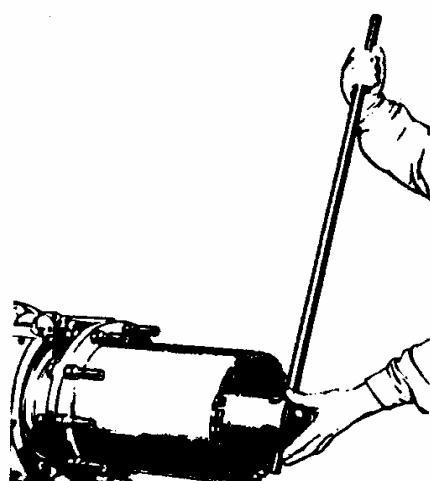

Рис.6. Сборка соединителя
12. Следом за внутренним кольцом конического роликоподшипника надеть на шлицы рукава соединитель 32, легким постукиванием набить до упора в подшипник и укрепить гайкой с прорезями 33 с помощью ключа T17 - 402 (рис.6). Проверить прокручивание собранной ступицы. В гайку с прорезями завернуть стопорящий винт 34 так, чтобы его конец попал в шлицы соединителя (для этого необходимо, чтобы гайка была завернута в подходящем положении). Таким образом, гайка законтрена.